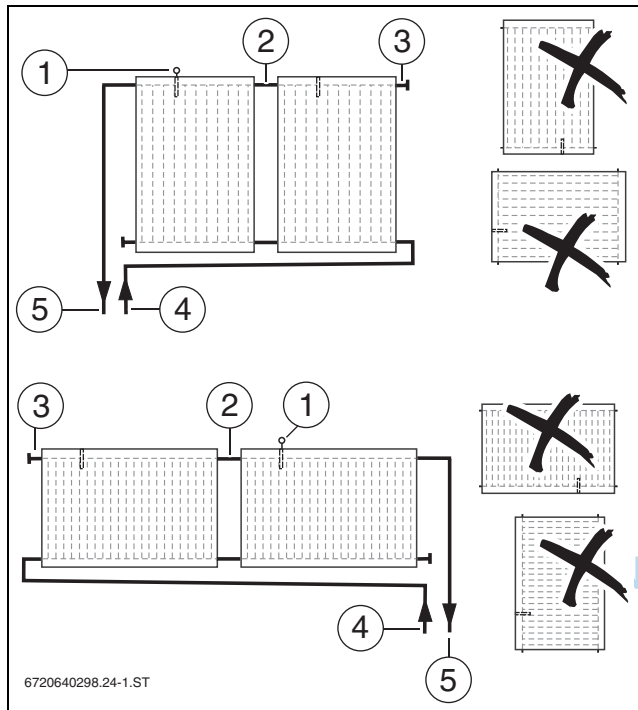

Bild 21 Anordnung senkrechter (oben) und waagerechter (unten) Kollektoren
- Kollektorfeld wechselseitig anschließen (→ Bild 21).
- Für die Kollektormontage berücksichtigen, dass die Tauchhülse für den Kollektorfühler oben liegt (→ Bild 21 [1]).
- Verlegung des Kollektorfühlerkabels so planen, dass der Kollektorfühler (→ Bild 21 [1]) in dem Kollektor mit dem angeschlossenen Vorlauf [5] montiert werden kann.